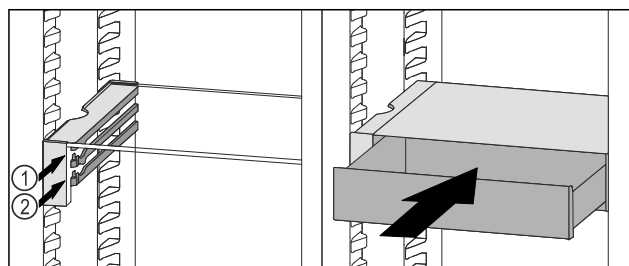

Fig. 149
- ▶ Założyć szufladę VarioSafe za stoperami na wybranych żebrach Fig. 149 (1) lub Fig. 149 (2).